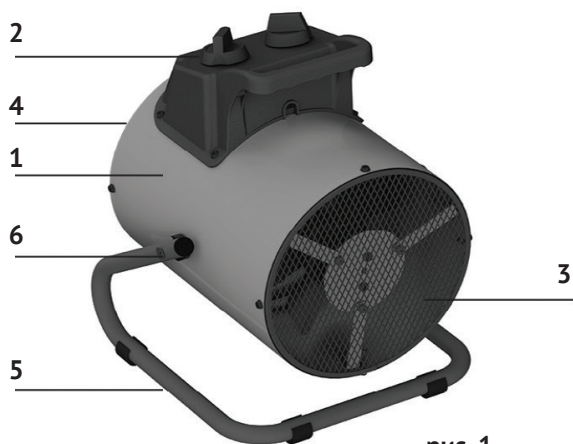

рис. 1
Общий вид тепловентилятора представлен на рис.1
6.2 Несущая конструкция теплоventильатора (см. рис.1) состоит из кожухов наружного (рис.1 поз.1.) и внутреннего, изготовленных из листовой стали и имеющих цилиндрическую форму. Во внутреннем кожухе размещены вентилятор и трубчатые электронагревательные элементы. На корпусе (наружном кожухе) расположен блок управления (рис.1 поз.2). Корпус с торцов закрыт входной (рис.1 поз.3) и выходной (рис.1 поз.4) решётками. Он винтами фиксируется к подставке (рис.1 поз.5) и имеет возможность наклона в вертикальной плоскости. Вентилятор всасывает воздух через отверстия входной решётки. Воздуш-